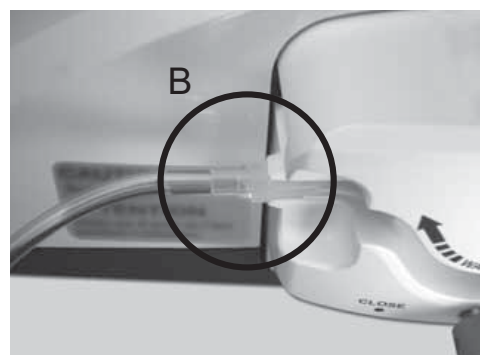

Рис.8
- 3) Расположите шланг по всей длине канала и затем зафиксируйте его, как показано на Рис.8 (фрагмент В).